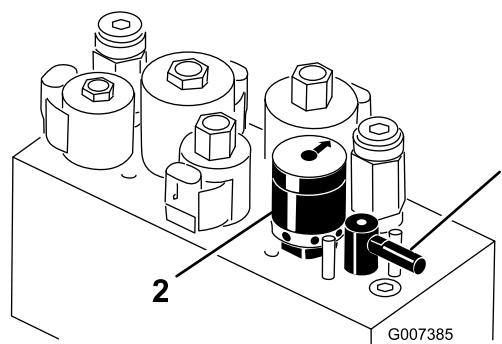

Figura 57
- Gire la palanca de autoafilado a la posición "R" (Figura 57).
- Gire el control de velocidad del molinete a la posición 1 (Figura 57).